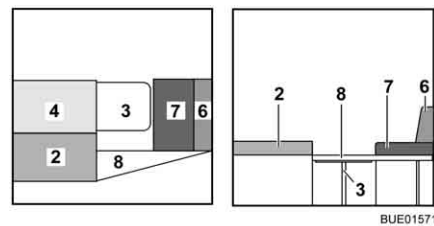

Bild 154 Under ombyggnaden
- Lägg ryggdynan (Bild 154,4) bredvid sittdynan (Bild 154,2).
- Fäll upp stödet till sängbreddningen (Bild 154,8) och häng sängbreddningen i fästena på sittbänken.